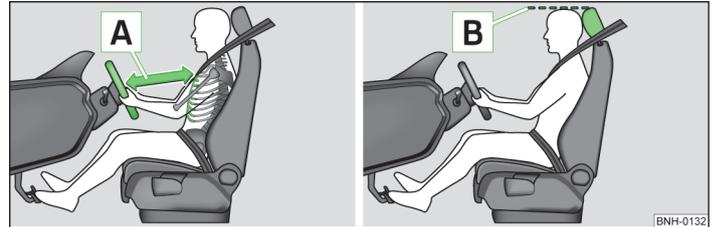

Fig. 113 Distancia correcta del conductor al volante / ajuste correcto del reposacabezas
- Ajustar el volante de tal modo que la distancia entre el volante y el esternón sea, como mínimo, de 25 cm **A** » fig. 113.
- Ajustar el reposacabezas de tal modo que el borde superior del mismo se encuentre dentro de lo posible a la misma altura que la parte superior de su cabeza1) **B** » fig. 113 de la página 132.
- Ajustar el reposacabezas de tal modo que el borde superior del mismo se encuentre, en la medida de lo posible, a la misma altura que la parte superior de la cabeza **B** » fig. 113 de la página 132 » página 132.